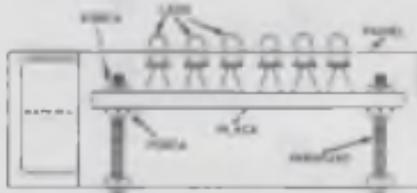

Figura 10
i) Com os fios soldados, fixe a placa por meio dos parafusos com separadores. Você pode usar duas porcas conforme mostra a *figura 10* para manter a placa em posição ideal.